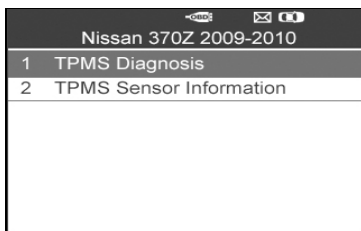

Рисунок 4.21
- 5) На экране сканера отобразится нижеследующий список функций. Используя кнопки прокрутки **вверх/вниз**, выберите пункт **TPMS Diagnosis [Диагностика системы TPMS]** или **TPMS Sensor Information [Информация о датчике TPMS]**, а затем нажмите кнопку **Y**, чтобы продолжить диагностику. (См. рисунок 4.21)